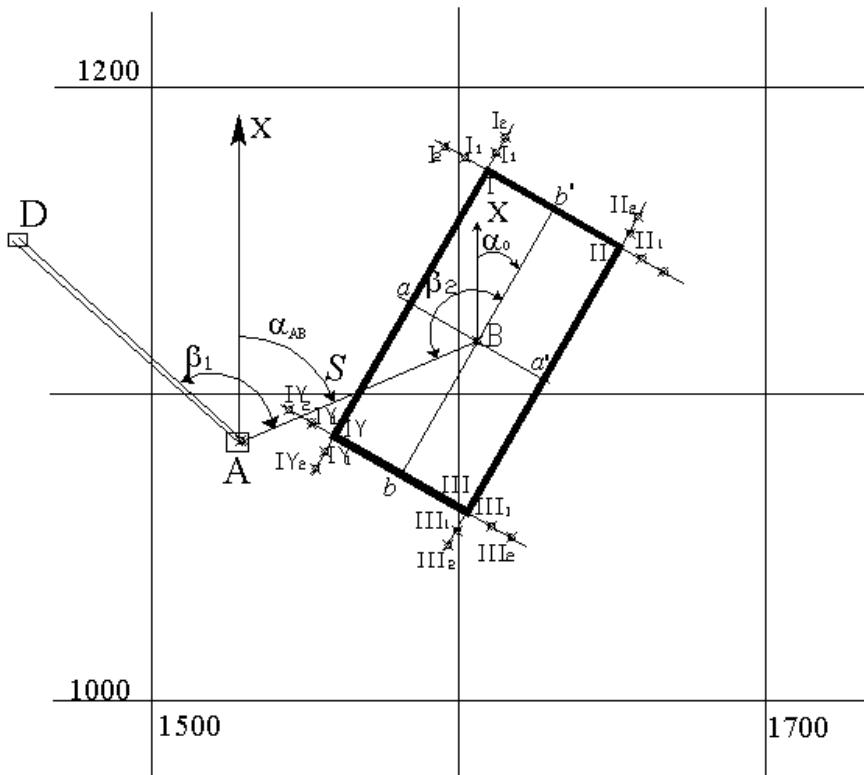

Рисунок 1. Пояснительная схема к проекту разбивки здания на промышленной площадке карьера.
В соответствии с генеральным планом промышленной площадки карьера требуется перенести в натуру здание размером 110x50,0 м. Координаты центра (B) здания (X_B , Y_B) и дирекционный угол (α_0) продольной оси здания приведены в таблице2. Проект разбивки здания составить на миллиметровке в масштабе 1:1000 (см. рисунок 1).
4) Для переноса в натуру центра (**B**) здания устанавливают теодолит в точке **A** и от направления **AD** откладывают угол β_1 затем по направлению **AB** стальной рулеткой откладывают горизонтальное проложение **S** и фиксируют на промышленной площадке точку **B**. (рис.1).
6) Разбивка в натуре углов здания (**I**, **II**, **III**, **IV**) производится от осей здания. Устанавливают теодолит в точке "**a**", визируют на точку **B** откладывают угол 90° и половину продольного размера здания и закрепляют на площадке точку **I**. Затем откладывают угол 90° в противоположную сторону и половину продольного размера здания и фиксируют в натуре точку **II**. Аналогичным образом закрепляют на промышленной площадке углы здания **III** и **IV**. Контроль разбивки здания осуществляется по створности линий **I**-"**a**"-**IV** и **II**-"**a'**"-**III**(см. рисунок 1). При этом отклонение от створа не должно превышать ± 5 мм.
7) Закрепление строительных осей стен здания производится методом створной выноски. Каждая из четырех осей здания закрепляется 4 пунктами - по 2 пункта с каждой стороны (см. рисунок 1).